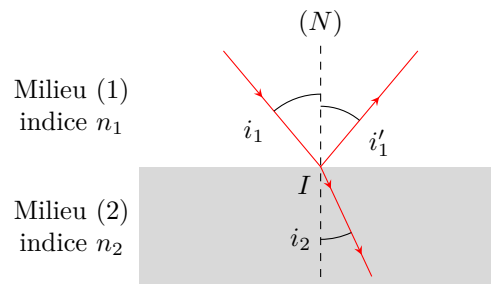

Figure 1 – Lois de Descartes.
On considère un dioptre plan séparant deux milieux transparents et homogènes : le milieu (1) d'indice n_1 et le milieu (2) d'indice n_2 , voir figure 1. De la lumière se propage du milieu (1) vers le milieu (2). On isole un rayon frappant le dioptre en I , et formant un angle i_1 avec (N) , normale au dioptre en I . On observe l'existence d'un rayon réfléchi dans le milieu (1) formant un angle i'_1 avec (N) et éventuellement d'un rayon réfracté formant un angle i_2 avec (N) . Les angles sont non-orientés.